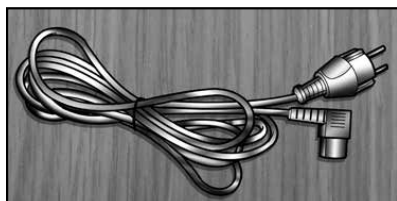

Fig. 4
- Nr. 1 cavo di alimentazione (Fig. 4).